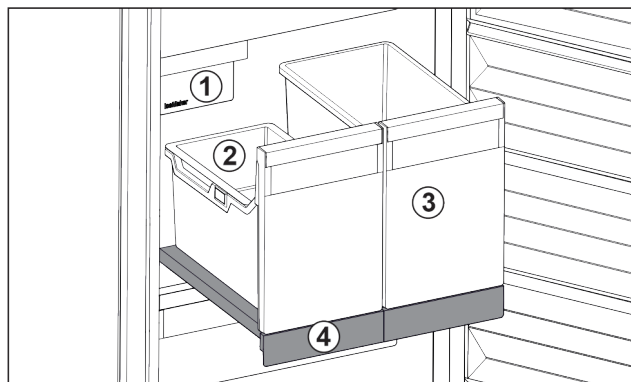

Fig. 88 Utdragshylla med IceTower
- (1) IceMaker
- (2) Hängande fack för istärningar
- (3) Behållare för t.ex. pizza, alkoholhaltiga drycker
- (4) Utdragshylla
Det finns två stora behållare på utdragshyllan (IceTower). I behållaren Fig. 88 (2) lagras och samlas istärningar från IceMaker. Behållaren Fig. 88 (3) är avsedd för förvaring av höga livsmedel som pizzor eller alkoholhaltiga drycker.